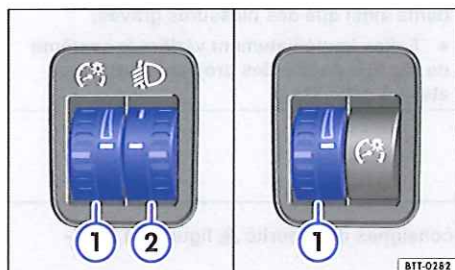

Fig. 84 À côté du volant de direction : molettes du rhéostat d'éclairage des cadrans et des commandes ① et du réglage du site des projecteurs ②.
① Rhéostat d'éclairage des cadrans et des commandes
La luminosité de l'éclairage des cadrans et des commandes peut être réglée en continu en tournant la molette \Rightarrow fig. 84 ①.
② Réglage du site des projecteurs